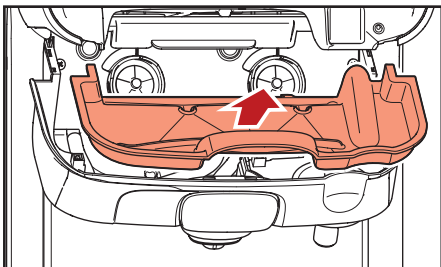

Fig. 5.11- Fjerning av innvendig dryppebrett
- c. Fjern det innvendige dryppebrettet og rengjør det ved behov, (se fig. 5.11).